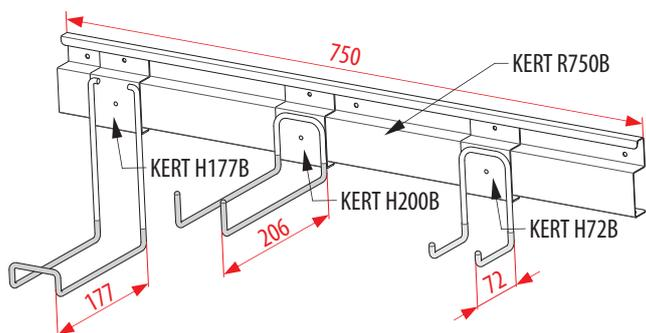

Рис. 1. Система хранения садового инвентаря KERT SK-01B и ее элементы
- 4.1 Внешний вид и отдельные элементы комплекта показаны на рис. 1.